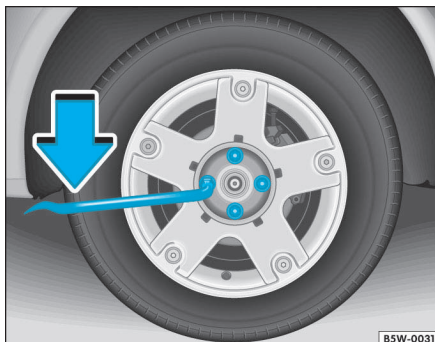

Fig. 116 Afloje los tornillos de la rueda
- Coloque la llave de rueda sobre el tornillo de la rueda, hasta apoyar ⇒ fig. 116.